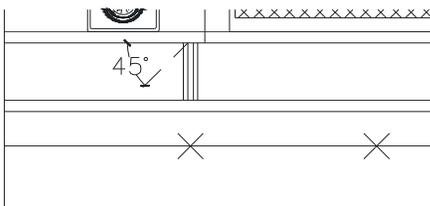

图 2-2-42
**STEP 38** 使用绘制直线命令 LINE 以点 A 为起点绘制一条如图 2-2-42 所示的斜线。
// 按 F3 键打开捕捉功能，单击如图 2-2-42 所示的 X 点